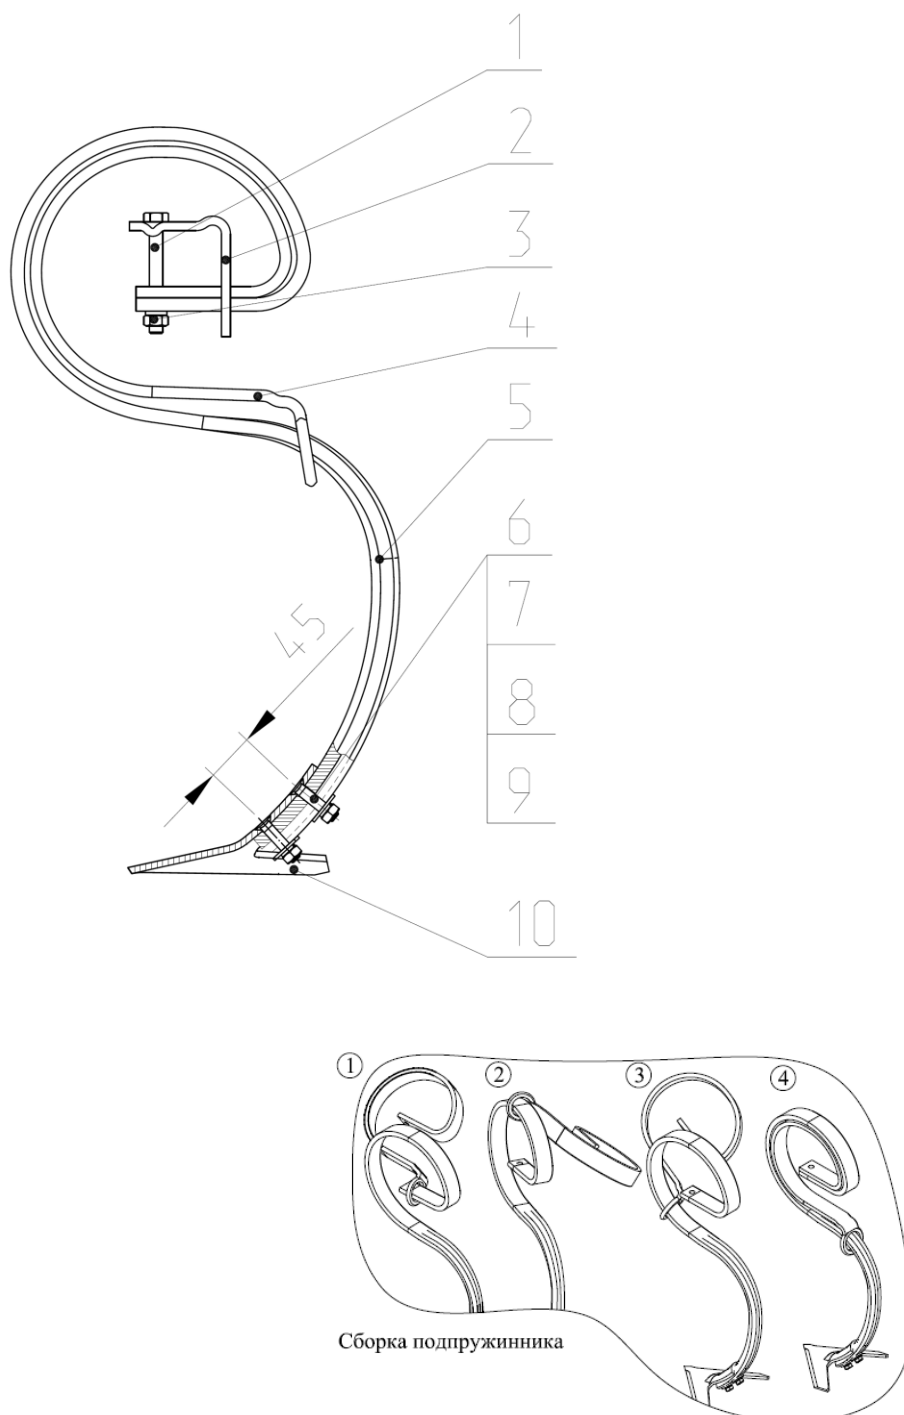

Рис. 10.2 Стойка пружинная в сборе.
2.8.1 Стойка пружинная (рис. 10.2) предназначена для выполнения основной технологической операции (подрезание сорных растений с дополнительным рыхлением почвы).